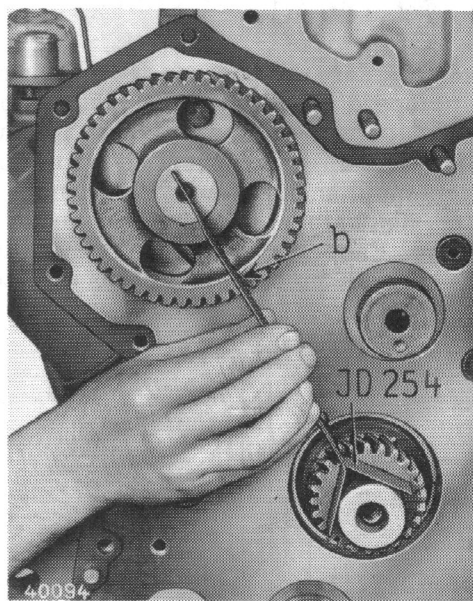

Fig. 3 — Calage du pignon de l'arbre à cames avec l'outil spécial n° JD 254
5. Après avoir calé le vilebrequin au PMH suivant les instructions du paragraphe 2, faire tourner l'arbre à cames afin que le repère b (figure 3) de son pignon, soit exactement sur la ligne d'axes du vilebrequin et de l'arbre à cames. Effectuer ce calage avec l'outil JD 254 comme le montre la figure 3.